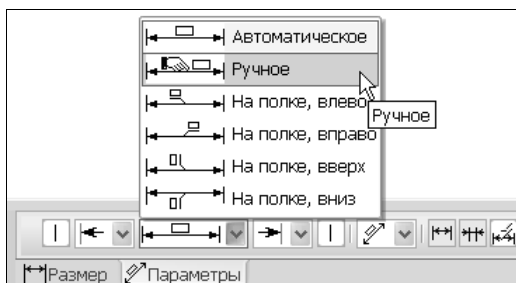

Рис. 1.93. Раскрывающийся список **Размещение текста**
- список **Размещение текста** служит для выбора способа размещения размерной надписи (рис. 1.93);